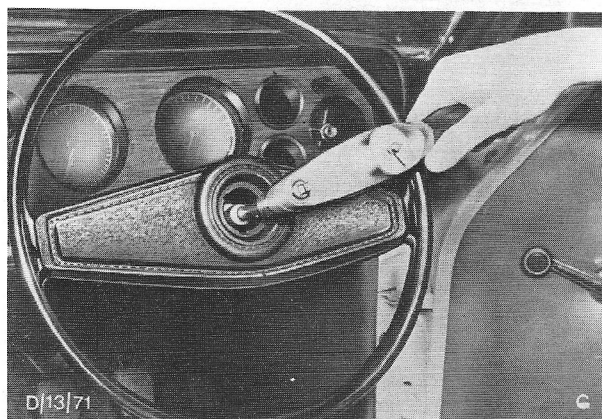

Fig.46. Meten van het voor het verdraaien van de voorwielen benodigde koppel.
8. Met het stuurwiel in de rechttuitstand moet nu het koppel worden gemeten dat nodig is om de voorwielen te verdraaien, zie Fig.46.